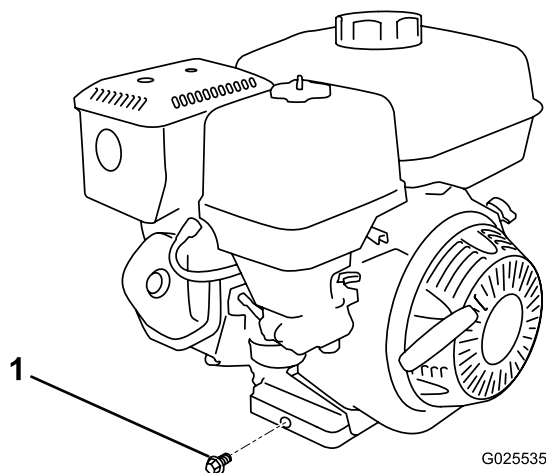

Figura 1
4. Retire el tapón de vaciado de aceite y deje que se vacíe el aceite Figura 1.